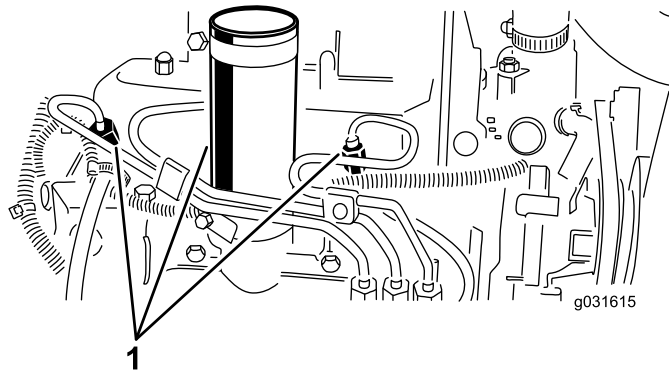

図 52
1. 燃料噴射ポンプの No.1インジェクタノズル  図 52 へのパイプ接続部をゆるめる。